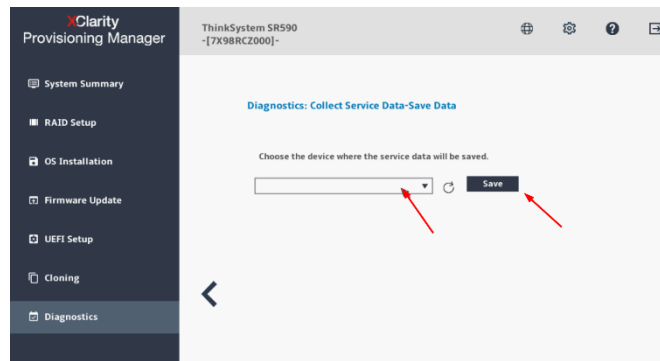

图 7: XClarity Provisioning Manager 保存服务数据
7. 在列表中选择 USB 驱动器;然后单击 Save, 如图 7 所示。